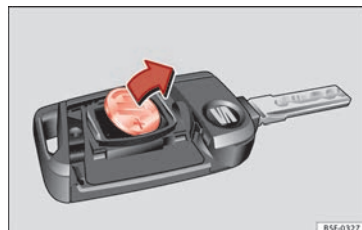

Fig. 121 Llave del vehículo: extracción de la pila.
- Extraiga la pila del compartimento con un objeto fino adecuado » fig. 121.
- Coloque la pila nueva tal como se muestra » fig. 121 y presiónela en el compartimento para la pila en sentido contrario a la flecha » ①.